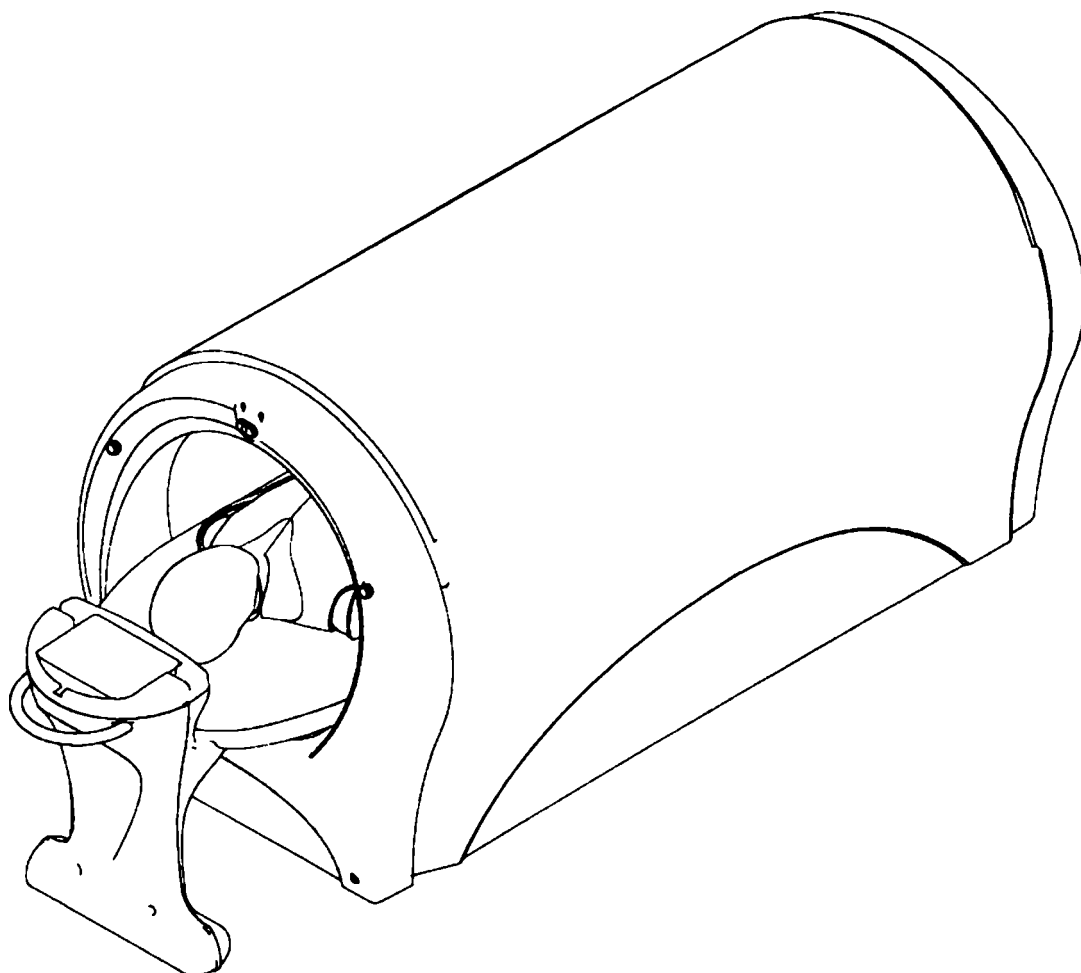

Рисунок 8 -Размещение пациента в лечебной камере
- Разместите пациента на поверхности ложемента и поместите внутрь лечебной камеры (см. Рисунок 8).